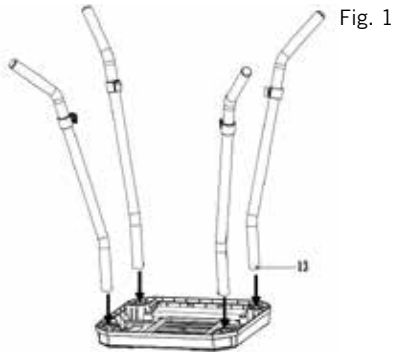

Fig. 1
4. Fixez les quatre tubes du pied [12] sur la base du barbecue [11] (Fig. 1). Le tube du pied est inséré dans l'ouverture correspondante sur la base du barbecue. À l'extrémité des tubes du pied se trouve une broche [13], que l'on entend s'enclencher lorsque le tube du pied est correctement vissé.